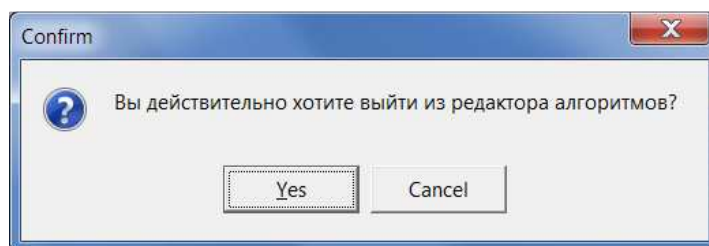

Рис. 3.1.93– Окно подтверждения завершения работы
- подтвердить завершение работы в окне подтверждения о завершении работы (рис. 3.1.93).